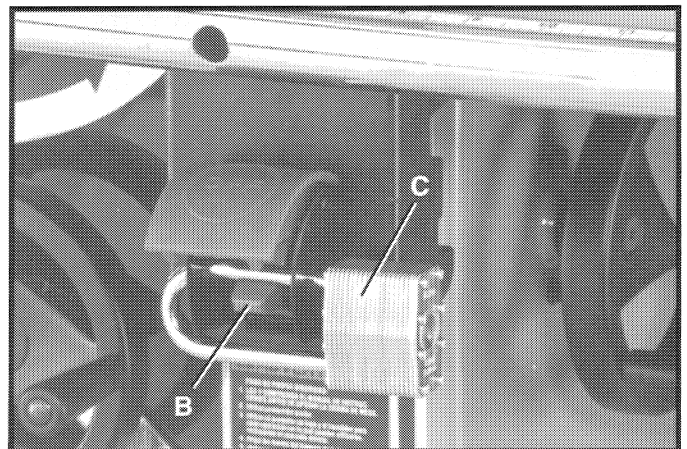

Fig. 63
1. **IMPORTANTE:** Sugerimos que cuando la sierra no se encuentre en uso, el gatillo de encendido/apagado (B) quede fijado en la posición de APAGADO al colocar un candado (C) a través de los hoyos en la placa del interruptor, como aparece en la Fig. 63.